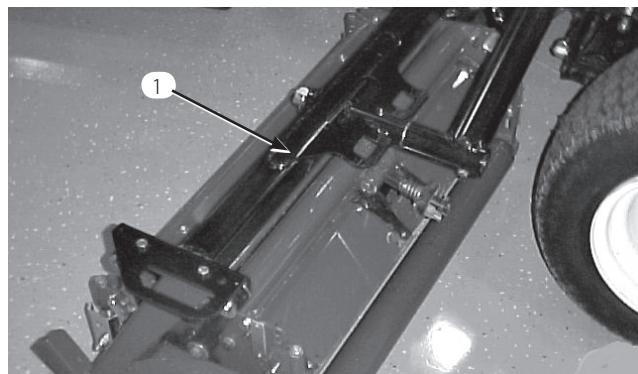
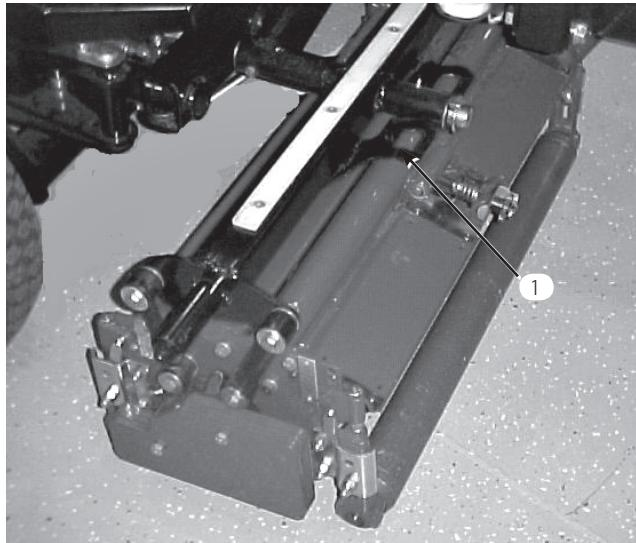
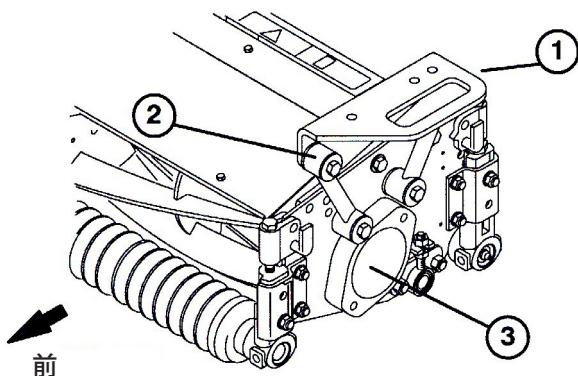

図12
図 13
図 14
注: 昇降アームを一番上まで上昇させた状態で、図14のように、各ホースと昇降アームとの距離が1.0~3.0 mm 必要です。
2. 前のキャリア・フレーム(図12)を、各カッティングユニットに合わせる。図14のように、取り付け穴に取り付けリンクを整列させる。
3. 後ろのキャリア・フレーム(図13)を、後ろのカッティングユニットに合わせ、図14のように、取り付け穴に取り付けリンクを整列させる。.
4. キャップスクリュ (3/8-16 x 2-1/4 in)、平ワッシャ 2 枚、ロックナットを使い、図14 のように各取り付けリンクをキャリア・フレームに取り付ける。取り付ける時にリンクの各側にワッシャを入れる。4.3 kg.m にトルク締めする。
3. 残りのカッティングユニットからは、ベアリング・ハウジングに入っている出荷用のプラグ（栓）を取り出す（図14）。